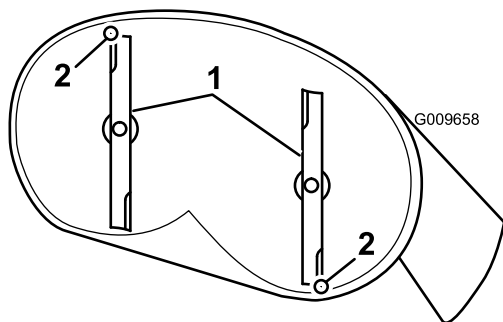

Figure 55
- Faites pivoter les lames avec précaution pour faire passer les pointes avant à l'arrière (Figure 55).
- Mesurez la distance entre la pointe de la lame avant et la pointe de la lame arrière par rapport à la surface plane (Figure 55).
- Une fois le réglage effectué, vérifiez à nouveau l'inclinaison avant/arrière des lames; continuez d'ajuster l'écrou jusqu'à ce que la pointe avant de la lame soit de 1,6 à 8 mm (1/16 à 5/16 po) plus bas de la pointe arrière (Figure 55).